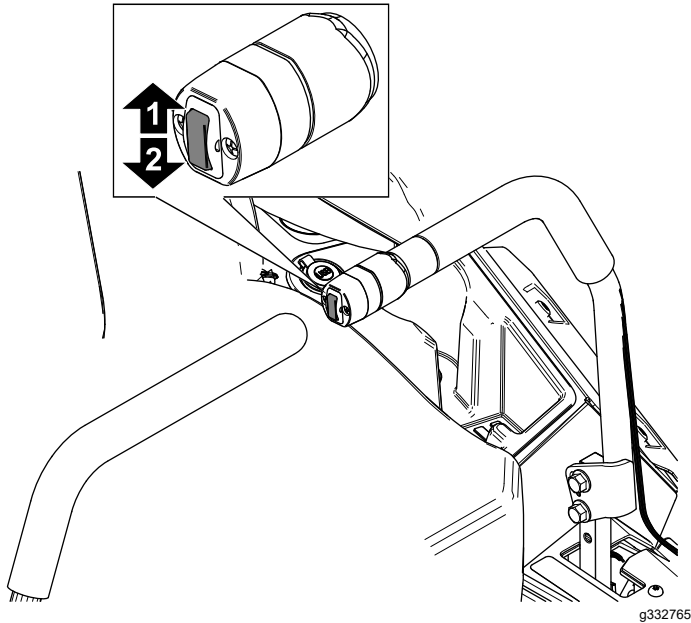

Figura 28
1. Presione hacia arriba el interruptor de elevación de la carcasa (Figura 28) hasta que la carcasa se eleve por completo.
1. Presione hacia arriba el interruptor de elevación de la carcasa (Figura 28).